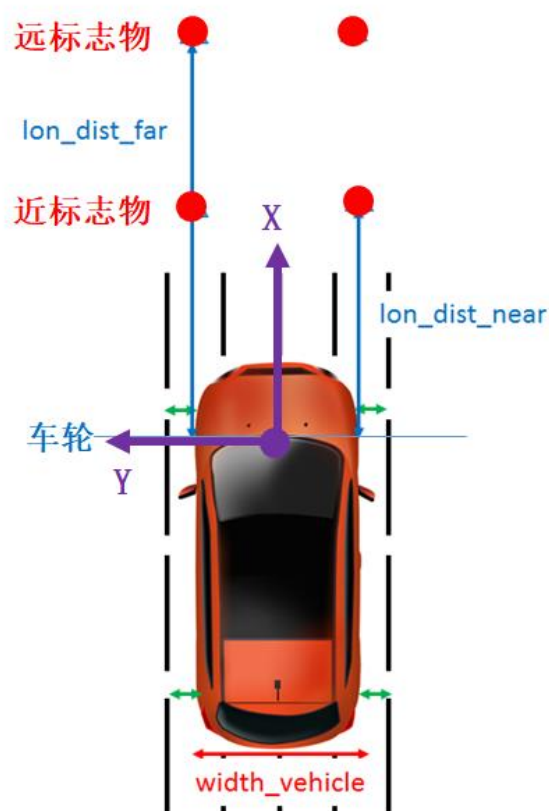

图 4-1 外参标定坐标系和标志物示意图
主要的参数见下表以及图 4-1，未列出的参数不影响标定过程。
- 2) 准备水平空旷场地，地面有平行辅助线。如图 4-1 所示。
- 5) 坐标系定义如图 4-1 所示，前轮轴中心位置为坐标系原点，正前方为 X 轴正方向，左边为 Y 轴正方向。